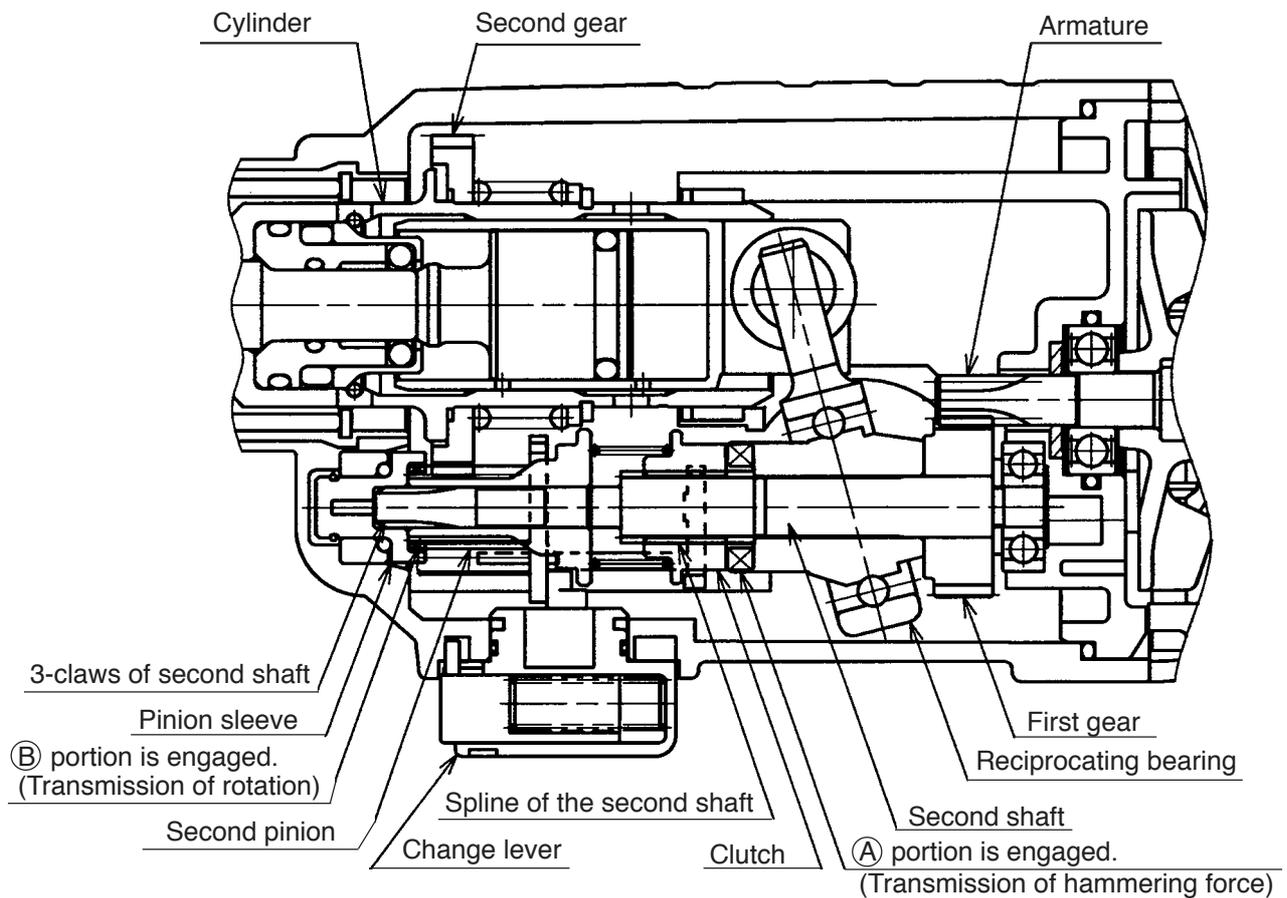

Fig. 5
#### (1) Rotation and hammering (Fig. 5)